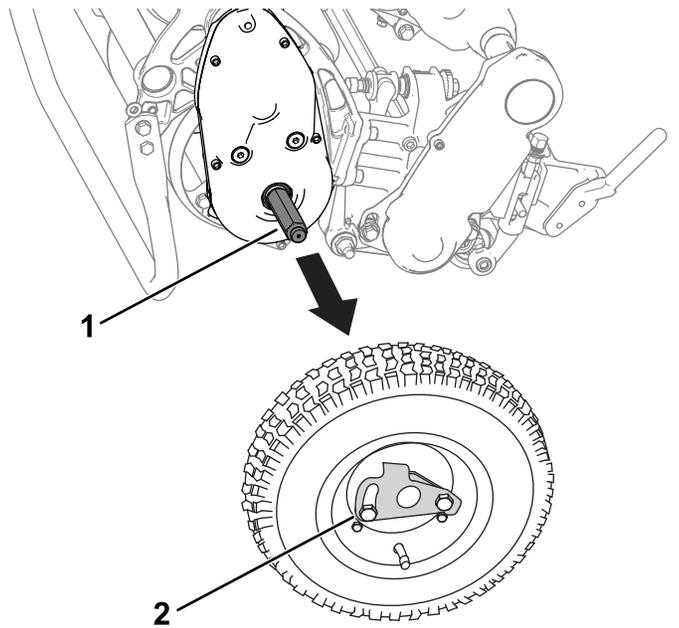

図 20
3. ホイールロッククリップを外して移動走行用タイヤをアクスルから外す 図 20。